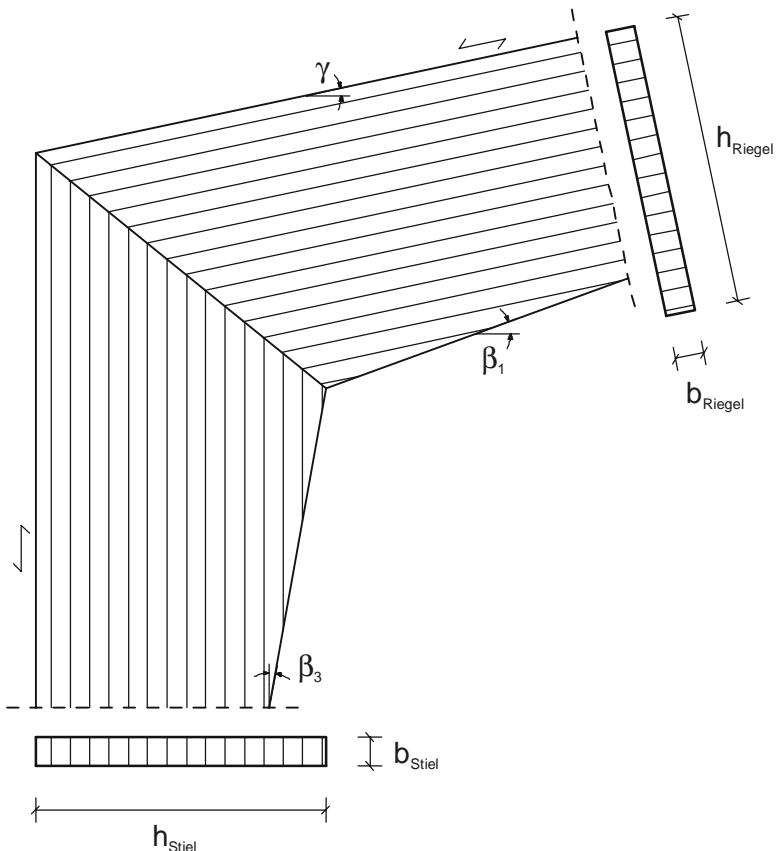

Bild 3: Keilgezinkte Rahmenecke mit Zwischenstück
- Länge des Zwischenstücks in der Innenseite (siehe a in Bild 3)